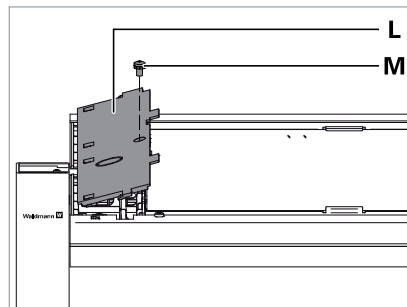

Fig. 6: Abdeckung montieren.
- ▶ Setzen Sie die Abdeckung **L** mit den Haken an der Unterseite der Abdeckung in die Ösen am Leuchtenkopf und drücken Sie die Abdeckung fest, siehe Fig. 6.